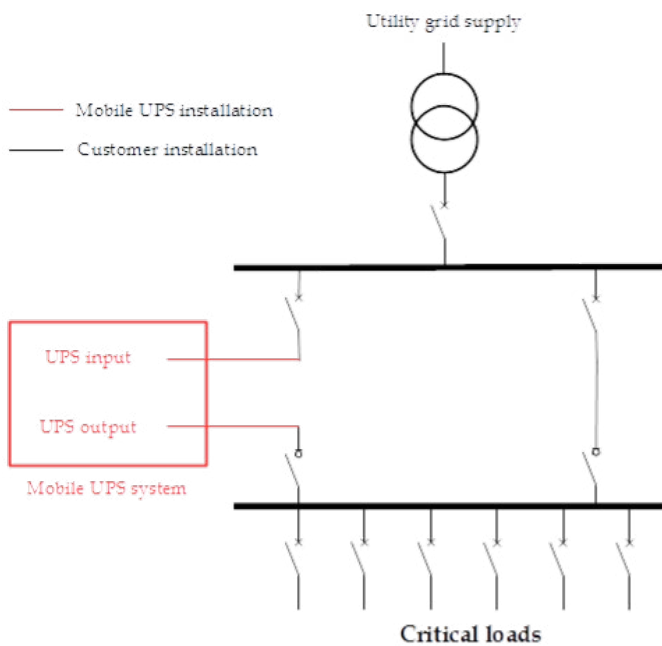

Figure 4: Installation préférée du client pour l'intégration du MUPS
- Panneaux électriques disponibles (voir figure 4 pour un exemple de l'installation électrique requise) :